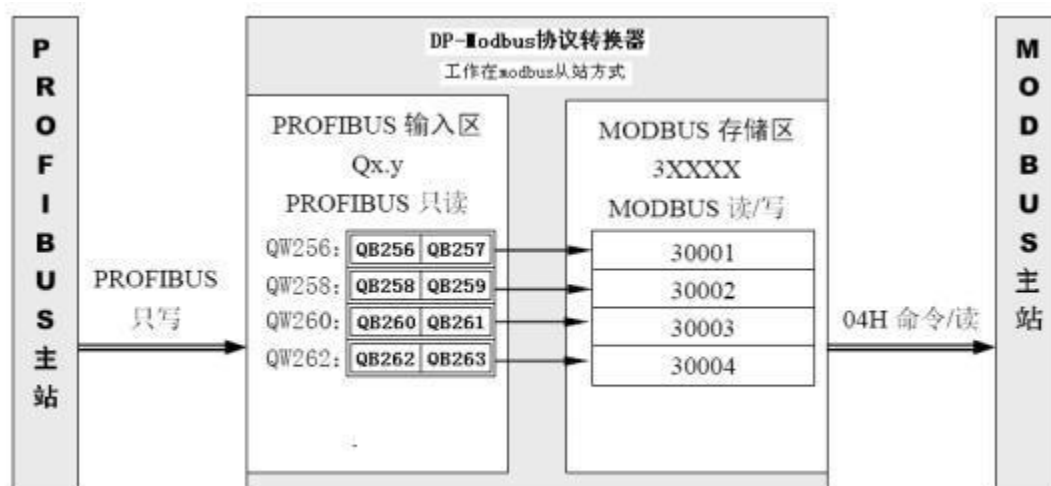

图3-12
- d. 举例说明在 6#槽中插入“Output:4 Words (3xxxx)”——建立 MODBUS 输入寄存器 3XXXX 与 PROFIBUS 输出的联系选中 6#槽,再双击“Output:4 Words (3xxxx)”,6#槽中插入“227 Output:4 Words (3xxxx) QB256..QB263”。本 MODBUS 模块建立了 PROFIBUS QW256-QW262(该地址由 PROFIBUS 主站自动分配,共 4 Words)与 MODBUS 输入寄存器 30001-30004 的对应关系,即: PROFIBUS 的输出数据 QW256-QW262 可以写到 (DP-Modbus 协议转换器作为 modbus 从站时内部的) MODBUS 输入寄存器区 30001-30004,见图 3-12 所示。